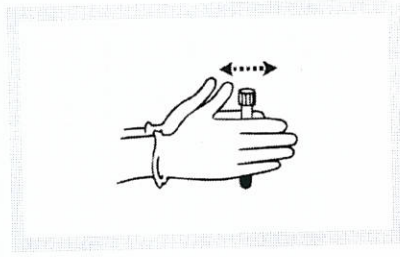

图 1: 将质控品在手掌间滚动 15 秒以上
- 2、将每支质控品在手掌之间滚动 15 秒以上(如后见图 1)；